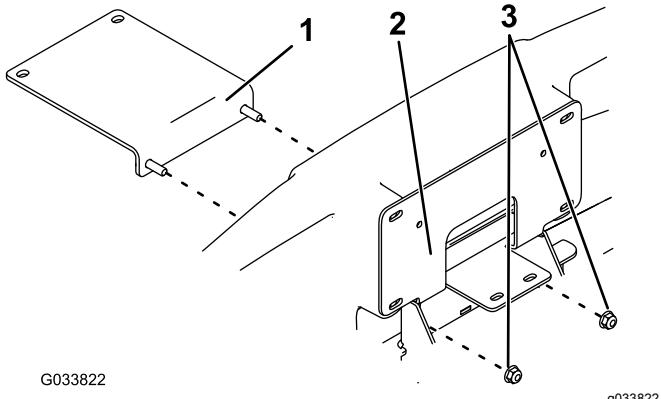

Рисунок 6
1. Вставьте короткий верхний кронштейн ограждения щетки через бампер (Рисунок 6).
3. Закрепите опорный кронштейн бампера с помощью двух гаек (5/16 дюйма), как показано на Рисунок 6.